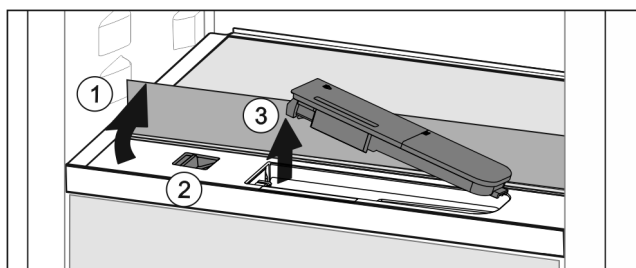

Fig. 150
- ▶ Podnieść płytę szklaną i złożyć ją z powrotem, aż do oporu Fig. 150 (1).
- ▶ Przesunąć suwak Fig. 150 (2) w lewo.
- ▶ Wyjmowanie zbiornika wody Fig. 150 (3).